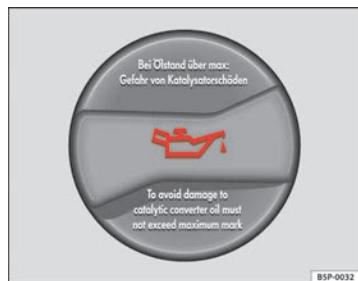

Fig. 144 Tapón de la boca de llenado de aceite del motor en el vano motor
- Desenrosque el tapón de la boca de llenado de aceite del motor ⇒ fig. 144.